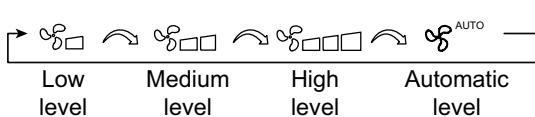

Fig. 25: Réglage de la vitesse du ventilateur
- Chaque pression sur la touche FAN modifie la vitesse du ventilateur dans la séquence indiquée à Fig. 25.